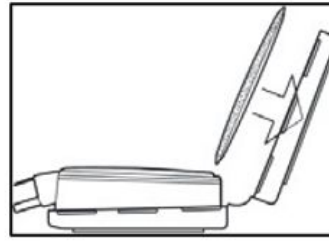
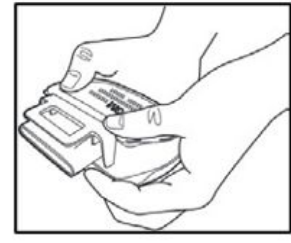

Fig.7
Fig.8
3. Orienter un filtre dans l'autre moitié du dispositif de retenue de filtre de manière que la forme du filtre s'aligne avec la forme du dispositif de retenue de filtre et que le côté imprimé du filtre soit orienté vers le bas (fig. 7). Enrouler l'extrémité opposée du dispositif de retenue autour de la cartouche et la fixer en appuyant sur les quatre coins du dispositif de retenue de filtre/ cartouche (fig. 8).